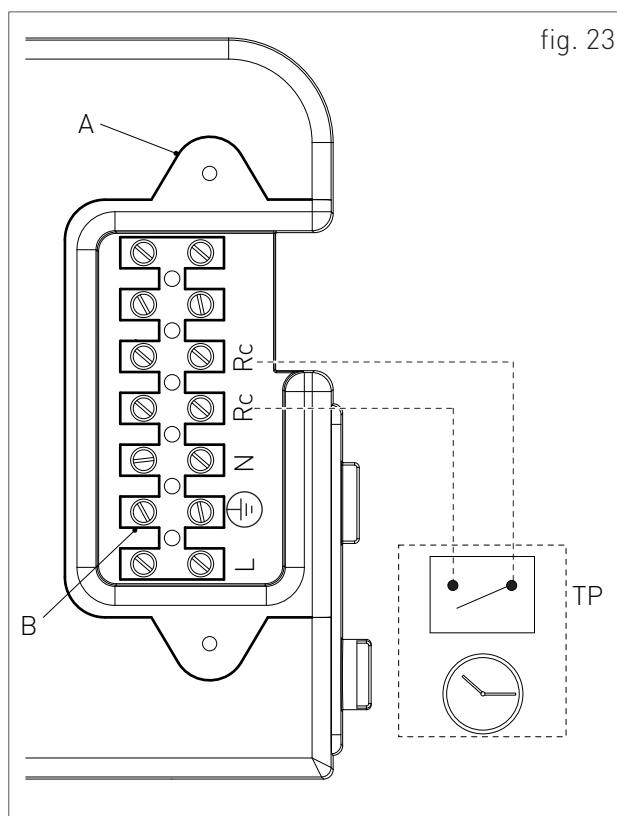

fig. 23
- › dévisser les deux vis et retirer le couvercle «A» (voir fig. 23).
- › Une fois le couvercle retiré, effectuer les branchements suivants sur le bornier «B» (voir fig.23).